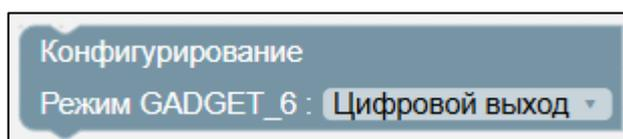

Рисунок II-39 – Блок «Конфигурирование. Режим GADGET\_6»
1. Блок «Конфигурирование. Режим GADGET\_6» (см. Рисунок II-39).